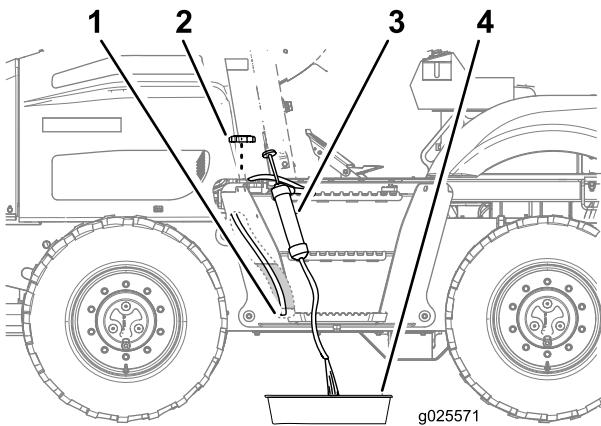

Figure 72
1. Enlevez le bouchon du réservoir de carburant (Figure 72).
2. Faites passer le flexible du matériel d'aspiration par le goulot de remplissage du réservoir de carburant et poussez l'extrémité jusqu'au fond du réservoir (Figure 72).
3. Dirigez le flexible d'évacuation du matériel d'aspiration dans un bac de vidange (Figure 72).
6. Remettez le bouchon sur le goulot de remplissage du réservoir de carburant (Figure 72).